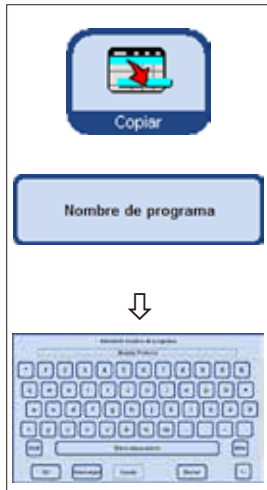

Fig. 159
- Tocar la tecla **NOMBRE DE PROGRAMA** en la parte superior de la tabla y aparecerá el teclado (fig. 159).